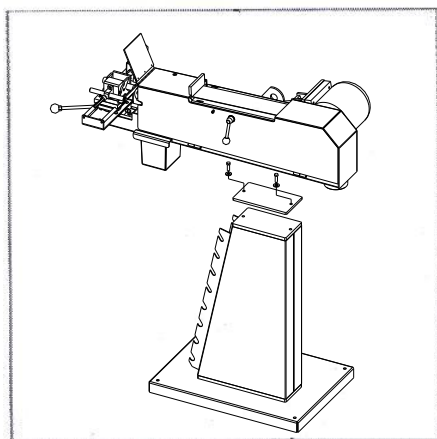

Рисунок 2
3. Извлеките стойку и нижнюю раму из упаковки и установите их вместе. (См. Рис. 2)
5. Откройте боковой щиток и установите зажим трубы посредством троса (см. Рис. 2) на стойку. Прикрепите станок к стойке двумя болтами М12. Поместите ящик для отходов под зажим трубы.